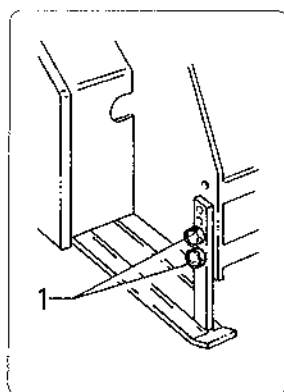

fig. 5.2.3
5.2.3 - Regolazione slitte laterali fig. 5.2.3